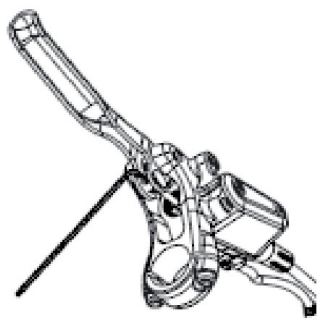

Figure 3-1 Méthode de réglage de la vis de réglage de la poignée
① Lorsque vous utilisez une clé hexagonale de 2 mm pour le réglage, tournez dans le sens des aiguilles d'une montre pour augmenter la distance de préhension (maximum d'environ 100 mm) et dans le sens inverse des aiguilles d'une montre (minimum d'environ 80 mm, comme indiqué sur la figure 3-1).
② Lorsque la distance de préhension est réglée au maximum en tournant dans le sens des aiguilles d'une montre (environ 100 mm), si la clé hexagonale de 2 mm est tournée à nouveau, le piston en aluminium de la poignée de frein se déplacera vers l'avant, ce qui rendra la poignée plus facile à appuyer (la force de freinage augmentera à ce moment-là), mais la fonction de remplissage automatique d'huile peut ne pas fonctionner.